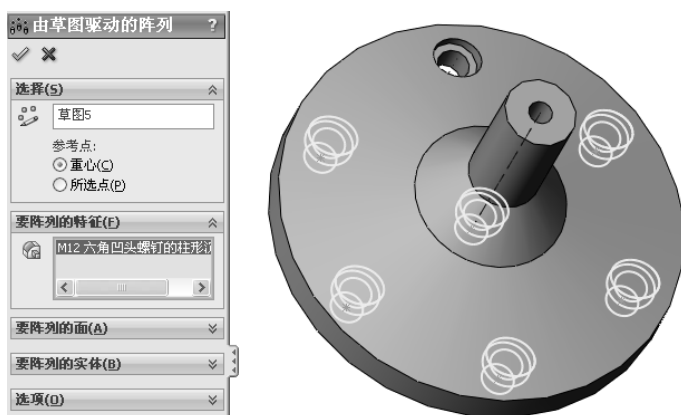

图 7-8 预览阵列效果
- (1) 单击“草图”工具栏中的 (草图绘制) 按钮,在零件的面上打开一个草图。
- (2) 单击“草图”工具栏中的 (点) 按钮,绘制驱动阵列的草图点。
- (3) 单击“草图”工具栏中的 (草图绘制) 按钮,关闭草图。
- (4) 单击“特征”工具栏中的 (草图驱动的阵列) 按钮,或者选择菜单栏中的“插入”→“阵列/镜像”→“由草图驱动的阵列”命令,系统弹出“由草图驱动的阵列”属性管理器。
(5) 在“选择”选项组中,单击 (参考草图) 图标右侧的列表框,然后选择驱动阵列的草图,则所选草图的名称显示在该列表框中。
(6) 选择参考点。
(7) 单击“要阵列的特征”选项组 (要阵列的特征) 图标右侧的列表框,然后选择要阵列的特征。此时在图形区中可以预览阵列效果,如图 7-8 所示。